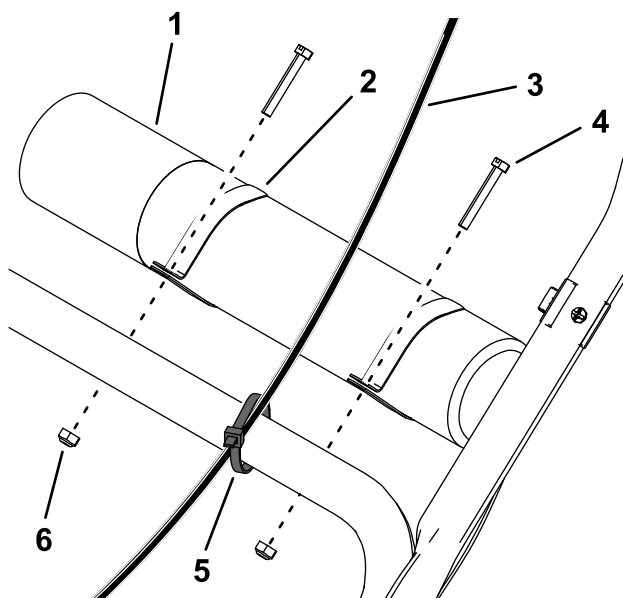

Figura 4
- Deslice las abrazaderas en el tubo del *Manual del operador* e instálelo sobre el mango inferior con 2 pernos de cabezal ranurado y 2 contratuercas (Figura 4).